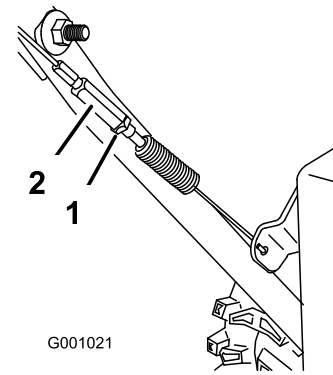

Bild 34
3. Ziehen Sie dann die Klemmmutter fest (Bild 34).